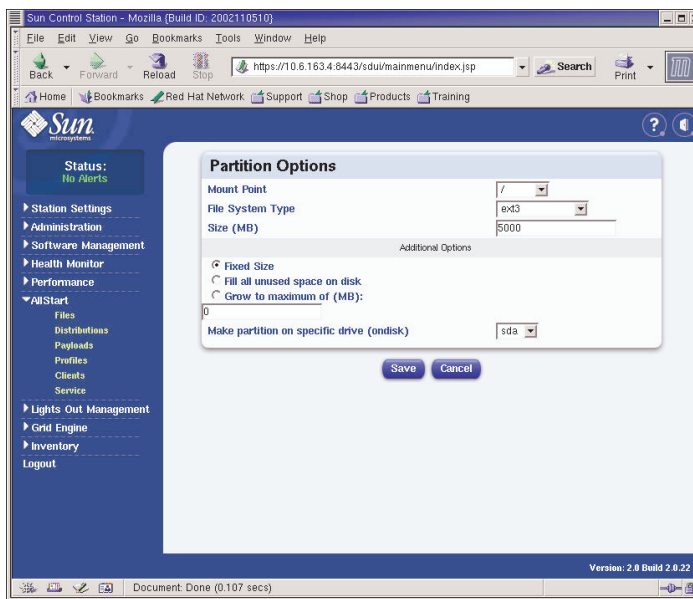

FIGURA 2-12 Finestra Partition Options Definition (profili AllStart)
- ii. Creare la prima partizione del disco definendo i parametri per la partizione, al termine fare clic su **Save**. Per un esempio, vedere la FIGURA 2-12.